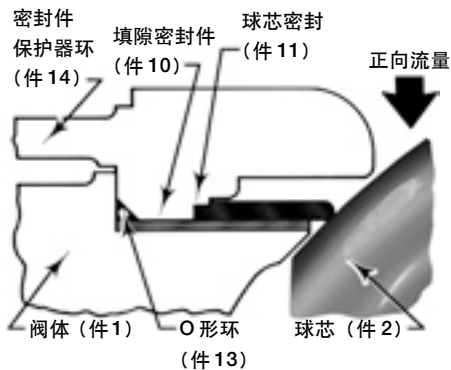

图4. 球芯密封件详图
3. 将新的备份环与轴杆密封件安装进密封件支座。要确保将备份环安装在正确的侧面上（见图 4）。